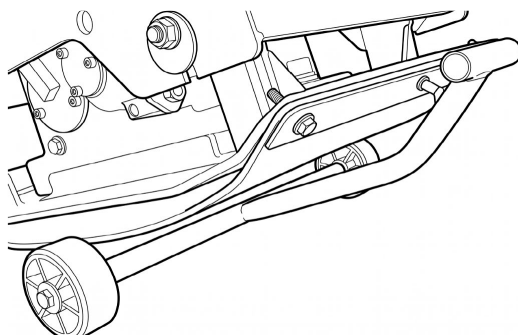

Рис. 30
Перед транспортировкой остановите двигатель, дождитесь полной остановки движущихся частей, закройте топливный кран и надёжно затяните крышку топливного бака. Для перемещения виброплиты на небольшие расстояния (например к новому месту работы), используйте транспортировочные колёса (модель VTP 50T, Рис. 30) или транспортировочную тележку для моделей VTP 150T, VTP 150, VTP 300T, VTP 300 (приобретается отдельно).
5. Установите колёсную тележку в рабочее положение и зафиксируйте её, введя фиксирующий крюк в соответствующее отверстие на подошве рабочей плиты поз. 1 (Рис. 30)